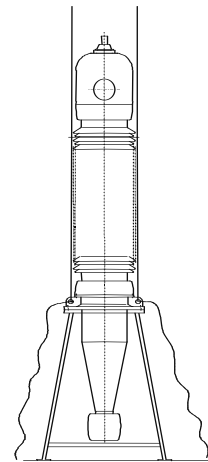

Fig. 7e
- Place the bushing on a trestle (Fig. 7e).